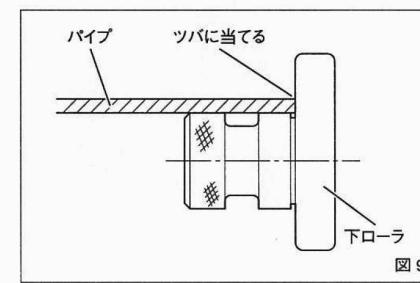

図9
- ・パイプの端面が下ローラのツバに当たるようセットしてください。ツバから端面がはなれていると正しい溝加工ができません。(図9)